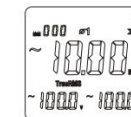

Figura 8-2
- Așa cum se arată în Figura 8-2, apăsați tasta pentru a măsura puterea totală trifazată. Puterea curentă măsurată pentru prima fază va fi, de asemenea, calculată și salvată.